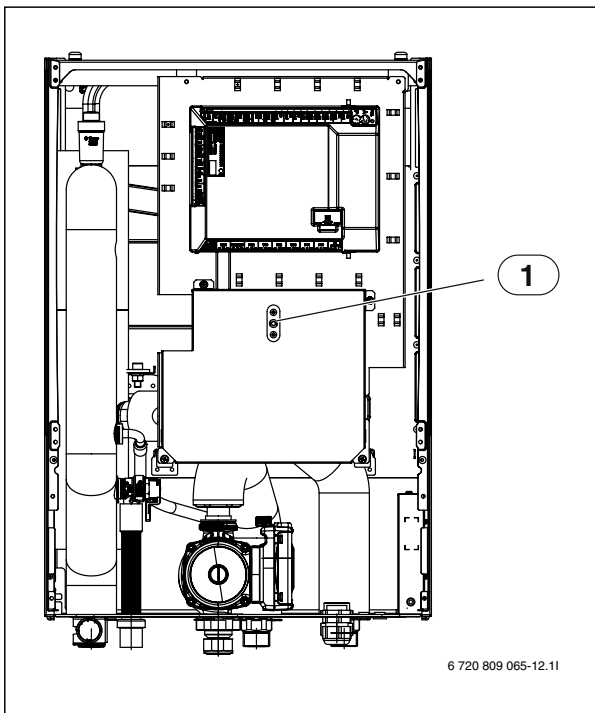

Bild 38 Värmepumpsmodul med eltillskott
- ▶ Återställ överhettningsskyddet genom att trycka in knappen på ellådans undersida (→ [3], bild 8) eller (→ [1], bild 38).